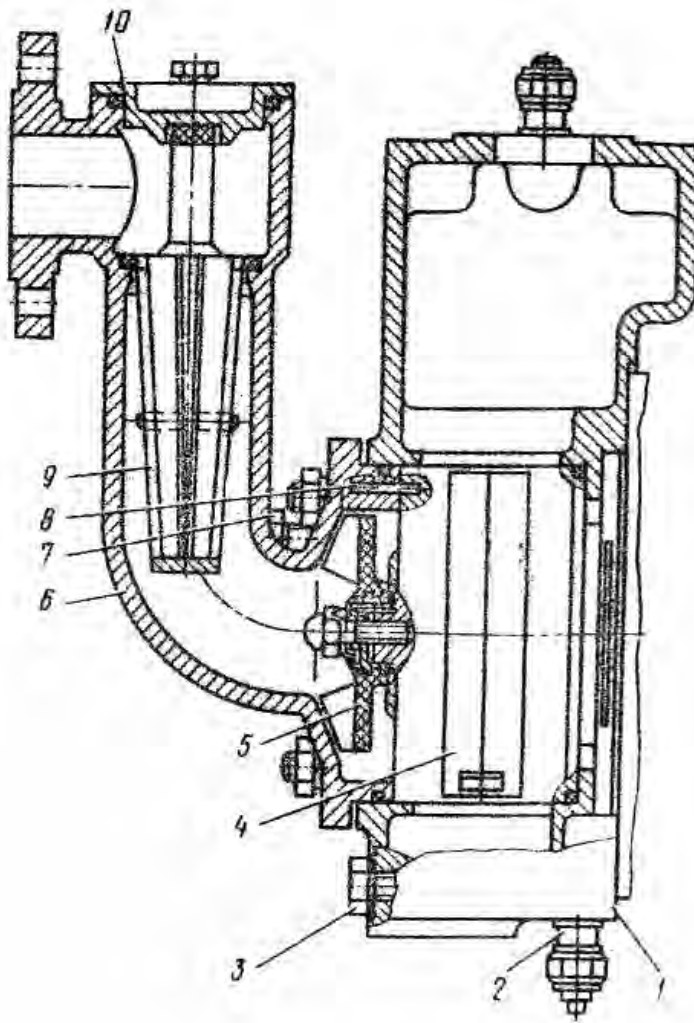

Рис. 33. Насосная часть электронасоса ЦВС-4/40:
Электронасос состоит из корпуса 1 (рис. 33), патрубка 6 с фильтрующим патроном 9, центробежного колеса 5 и блока вставок 4.
Положение вставок в блоке зафиксировано винтами 10, для обеспечения правильности сборки отверстие под один винт на каждой вставке замаркировано литерой "0". Блок вставок фиксируется в патрубке штифтом 8 (рис. 33).
- ввернуть штуцер 2 (рис. 33) в отверстие в корпусе электронасоса, предварительно вывернуть транспортировочную пробку-заглушку;